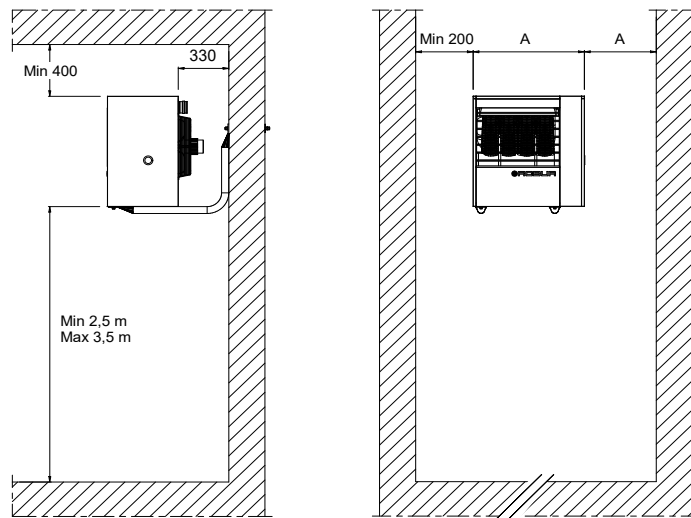

Рисунок 14 – Предельные расстояния
- расстояние между задней поверхностью воздухонагревателя и стеной должно быть таким, чтобы обеспечить отбор достаточного количества воздуха (мин. 330 мм). Минимальное расстояние от боковых стенок приведено на Рисунок 14 на странице 41.
- Рекомендуемая оптимальная высота от пола под воздухонагревателем - 2,5 - 3,5 м (смотри Рисунок 14 на странице 41). Высота менее 2,5 м не рекомендуется, так как воздух на выходе из подающего патрубка может напрямую попадать на людей, создавая чувство дискомфорта. Не рекомендуется устанавливать устройства на высоте более 3,5 м, так как таким образом не обеспечивается обмен воздуха в нижней части пространства помещения, создавая застой холодного воздуха внизу у пола.